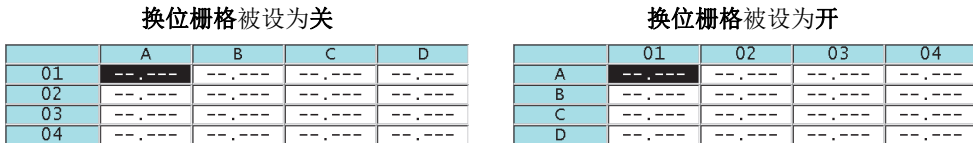

图 10-11 栅格换位示例
6. 将**换位栅格**设为开，可使栅格中的行和列互换（参见第 156 页的图 10-11）。